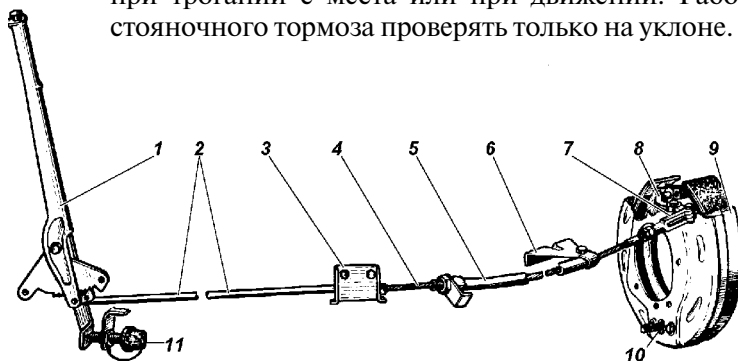

Рис. 9.38. Привод стояночного тормоза:
2. Переместите рычаг 1 (рис. 9.38) стояночного тормоза в крайнее переднее положение.